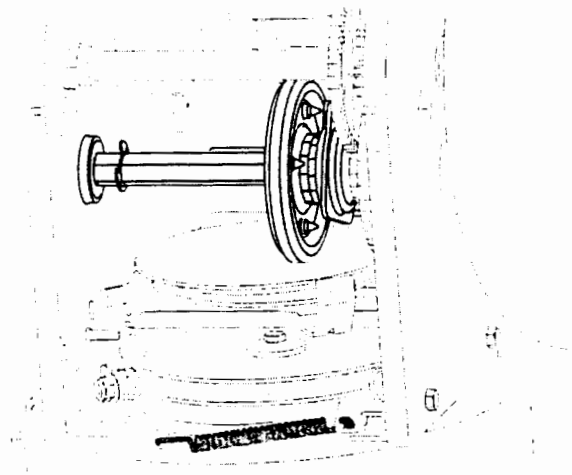

Figure 21
- Appliquez une légère couche d'huile polyvalente toutes saisons sur l'arbre hex. Voir la Figure 21.